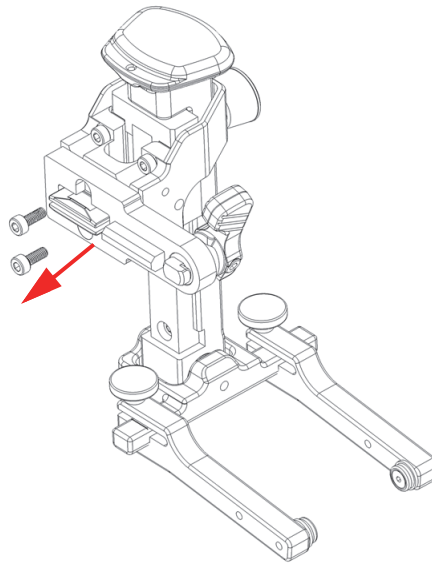

Abbildung 2-19 Entfernen von zwei Schrauben
1. Entfernen Sie die beiden Schrauben an der Halterung der federbelasteten Arme mit einem 2,5-mm-Sechskantschlüssel (Abbildung 2-19 auf Seite 55).